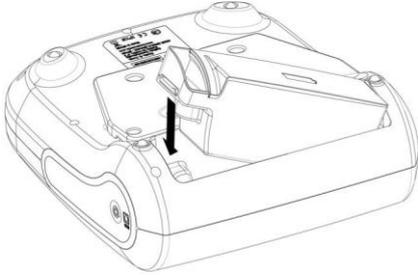

Figura 16: Instalación de la batería
2. Coloque la batería según el diseño de la batería y el equipo como se indica en la Figura 16.